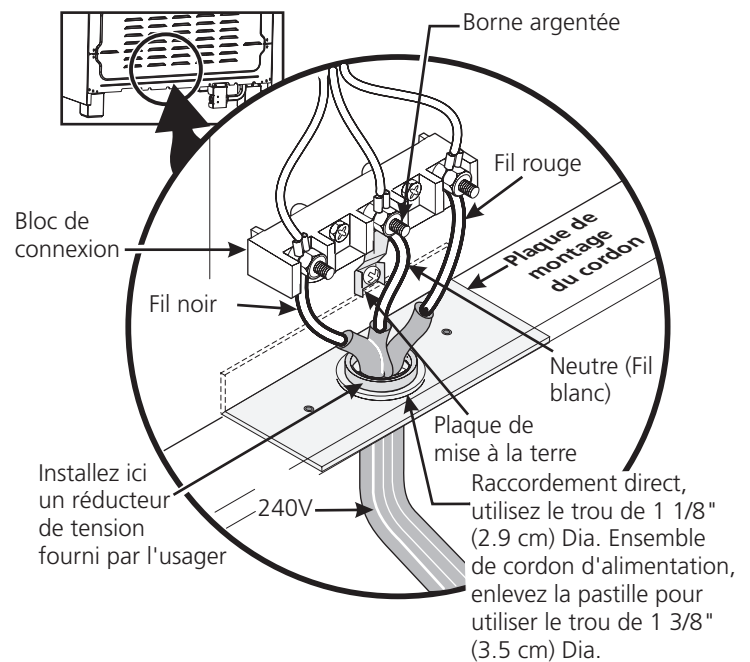

Figure 9
Si les codes locaux permettent la connexion du conducteur de mise à la terre du châssis au fil neutre du cordon d'alimentation en cuivre (voir Figure 9).
4. Remplacez les 3 écrous sur les bornes du bloc de connexion (voir Figure 9).